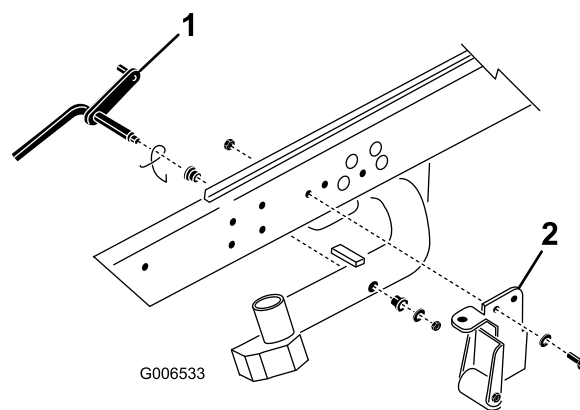

Figura 9
1. Retire la contratuerca y la arandela que sujetan el pivote al brazo de elevación N° 2 (Figura 9). Retire el pivote y el muelle del brazo de elevación. Repita el procedimiento en los brazos de elevación N° 1 y N° 3.
Nota: Los soportes de volteo (con y sin rodillo) no se utilizan con las unidades de corte DPA (Figura 9). Pueden retirarse si así se desea.